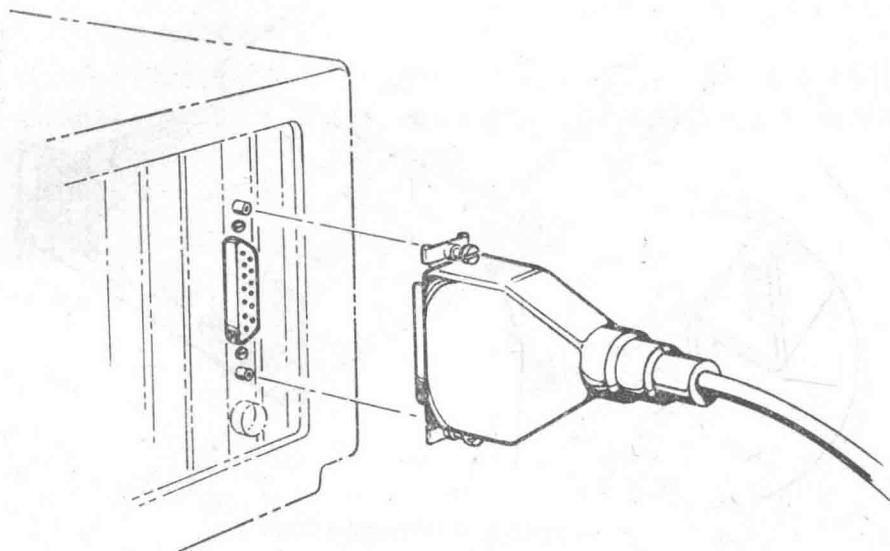

图 2—11 推进适配器接口组件
3. 如图 2—11 所示将适配器接口插入 EtherLink 板上的 接口，并把固定片上的螺丝旋入 EtherLink 板的螺丝柱。